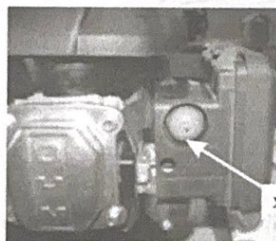

Рис. 17
- Надавите на кнопку подкачки топлива (X) (если она имеется) с усилием 3 раза (рис. 17).